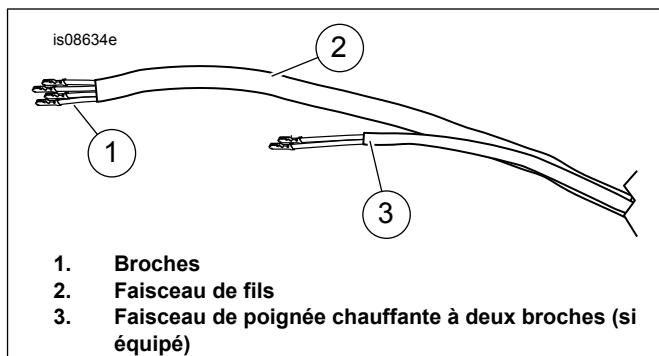

Figure 1. Broches et faisceau de câbles
1. Consultez Figure 1 . Échelonnez les broches (1) de sorte qu'elles ne sont pas dans aux mêmes emplacements le long du faisceau de câbles (2).